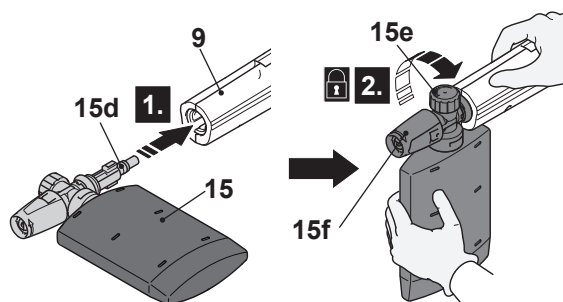

Fig. 15
2. Alinee e inserte las lengüetas (15d) del depósito de detergente (15) con las ranuras del puerto de conexión de la pistola de pulverización (9) (Fig. 15, paso 1).